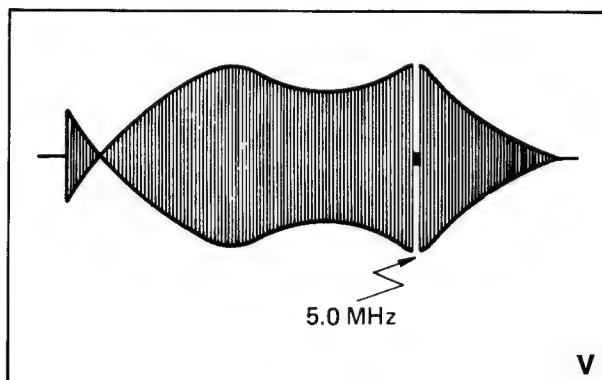

Bild 3-19
3. Mit C9 Maximum an der 5 MHz-Marke einstellen (Bild 3-19).
5. Mit C 10 Maximum an der 5 MHz-Marke einstellen (Bild 3-19).